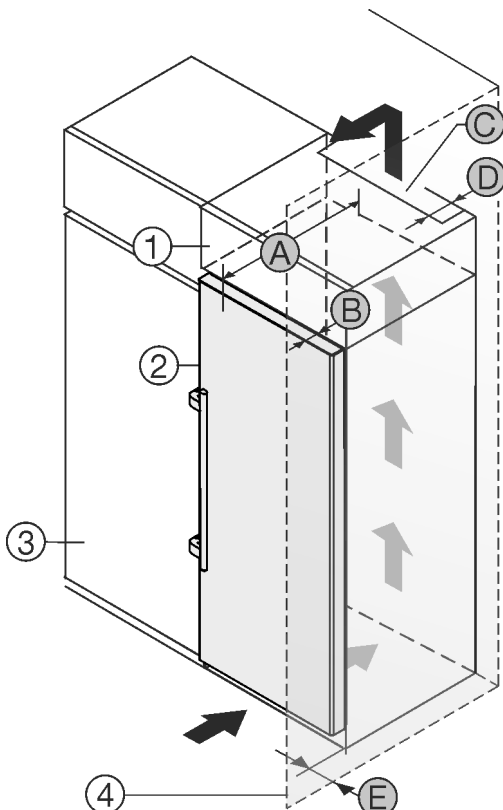

Fig. 2
Pange seade üles vahetult köögikapi Fig. 2 (3) kõrvale.*
Pealiskapi tagaküljel peab olema vähemalt sügavusega Fig. 2 (D) kogu pealiskapi laiune heitõhušaht.*
Ruumi lae all tuleb ventilatsiooniristlõikest Fig. 2 (C) kinni pidada.*
Kui seade pannakse šarniiridega seinale Fig. 2 (4) kõrvale üles, siis tuleb pidada kinni seadme ja seinavahekaugusest vähemalt 57 mm. See vastab käepideme üleulatusele avatud ukse korral.*
Võimaldamaks ust täielikult avada, peab seade vähemalt ukse sügavuse Fig. 2 (B) võrra köögikapi esiseinast ettepoole ulatuma. Köögikappide Fig. 2 (3) sügavusest ja seinavahekauguse kasutamisest sõltuvalt võib seade rohkem välja ulatuda.*